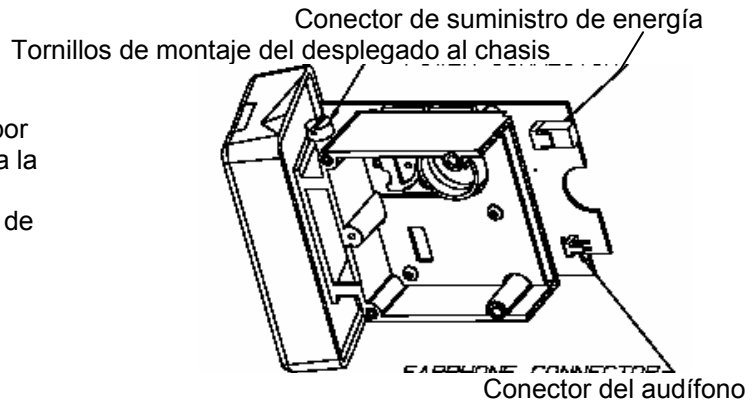

Figura 1-4. Conectores Internos sobre la Tarjeta Electrónica Principal
5. Desconecte el conector del audífono de su chasis. Figura 1-4